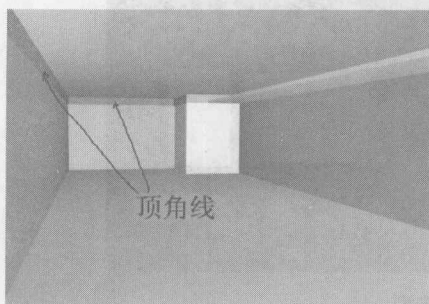

图 1-9 创建的顶角线
(10) 依次单击  →  → **长方体** 按钮，在视图中创建长方体，制作出其他的顶角线，并调整好其位置，如图 1-9 所示。